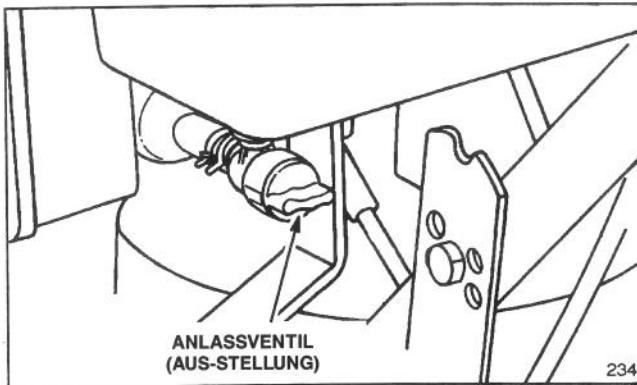

Abbildung 12
2. Das Anlaßventil in die OFF-Position bringen (Abb. 12).